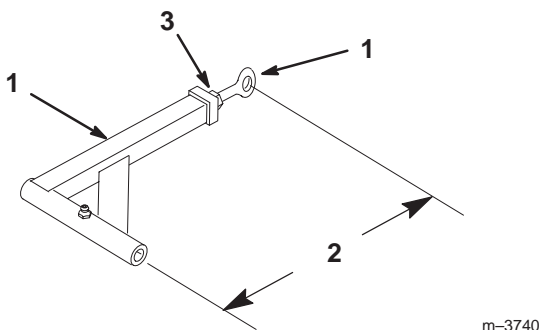

Figure 65
9. Si la poulie de renvoi fixe touche l'extrémité de la fente de réglage et si la courroie a besoin d'être tendue davantage, il est possible de modifier légèrement la longueur des bras de poussée (Fig. 65).